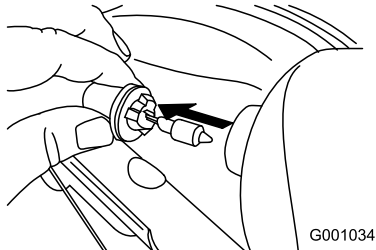

Figure 56
3. Sortez directement l'ampoule de l'arrière du phare (Figure 56).